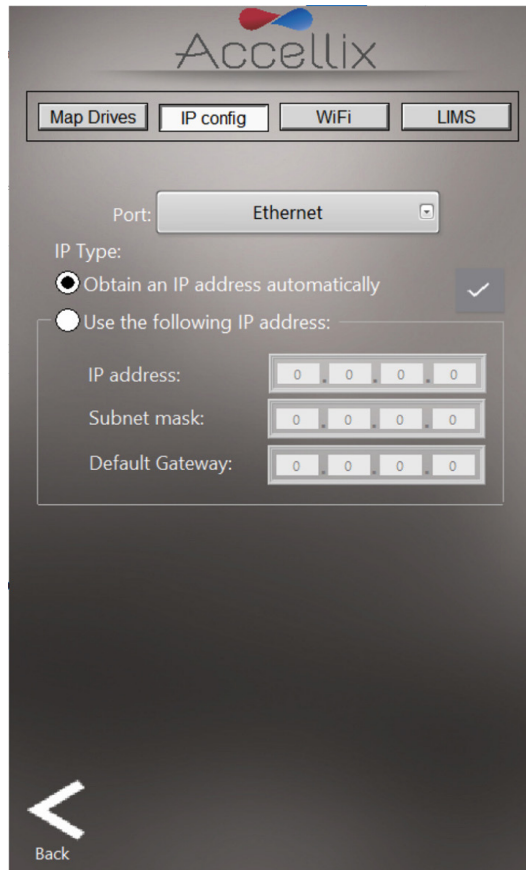

Figure 25 : écran Réseau : onglet Configuration IP
2. L'onglet IP config (Configuration IP) (Figure 25) permet de configurer l'adresse TCP/IP pour l'un quelconque des deux ports Ethernet de l'instrument Accellix de façon dynamique ou à l'aide d'une adresse IP statique.